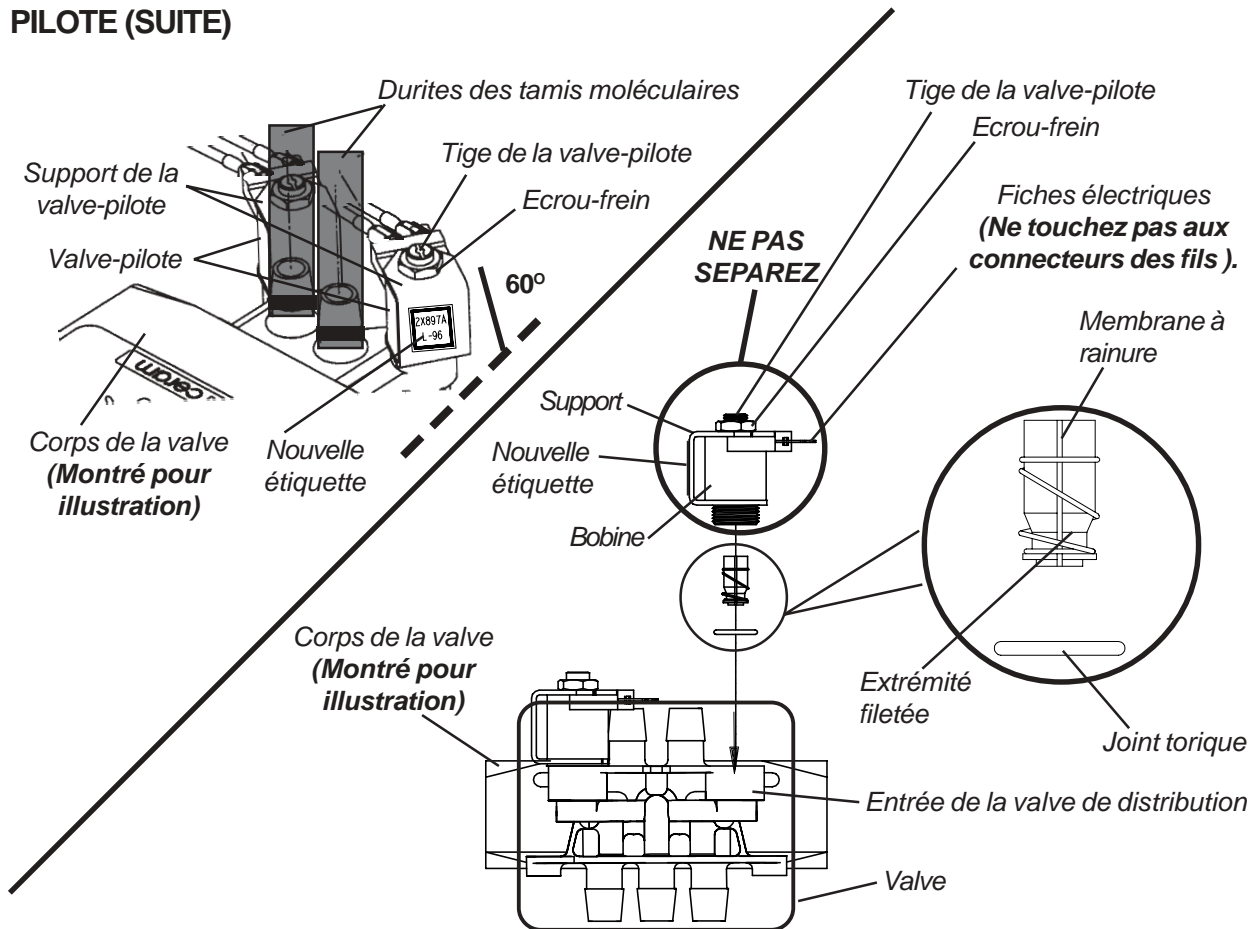

FIGURE 4 - RETRAIT / MONTAGE DES MEMBRANES DES VALVES PILOTES ET DES JOINTS TORIQUES
8. Installez la nouvelle membrane à rainure sur la partie inférieure de la tige de la valve pilote en tournant l'extrémité fileté vers le bas (**FIGURE 4**).